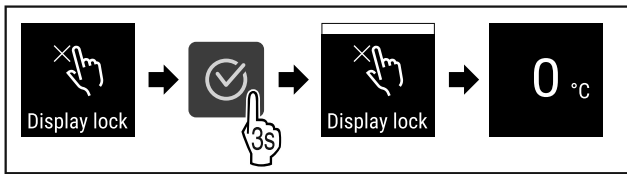

Fig. 77
- ▶ Провести етапи операцій (див. Fig. 77) .